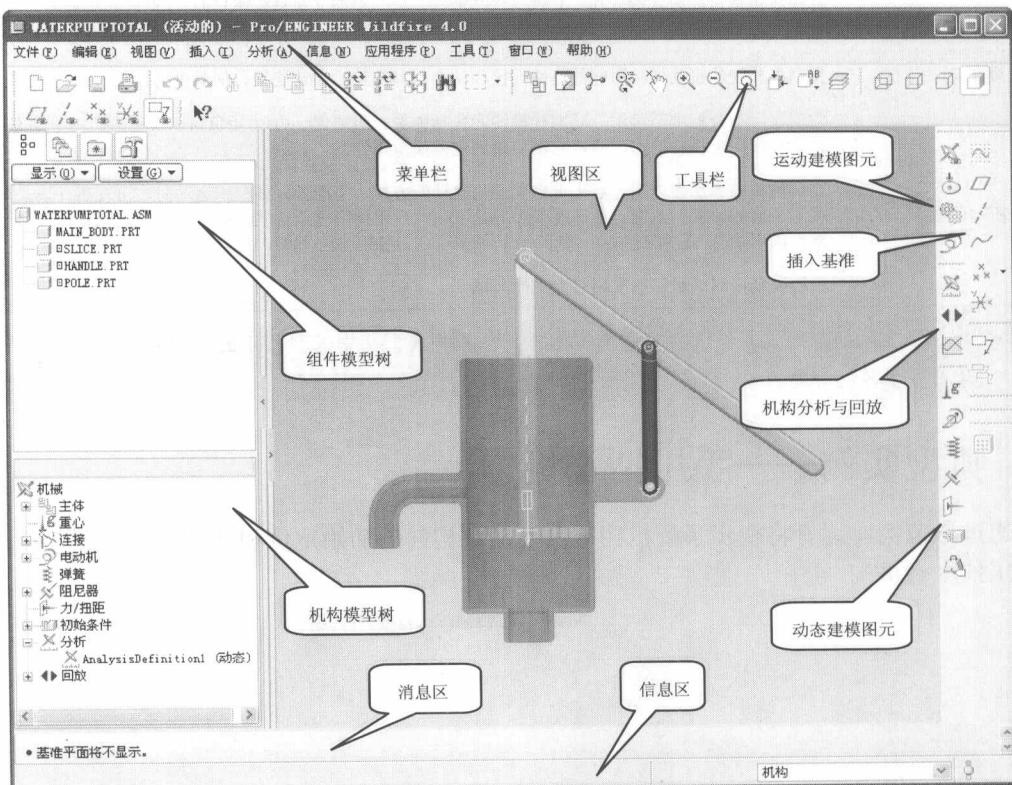

图1-5
4. 选择菜单命令【应用程序】/【机构】，进入机构工作界面，界面中各区域如图 1-5 所示。